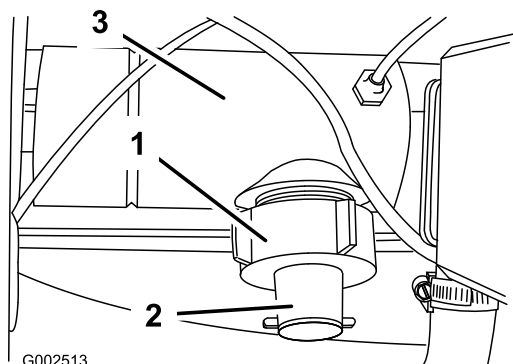

Figura 53
1. Retirar a cobertura de suporte do corpo do fluxímetro (Figura 53).